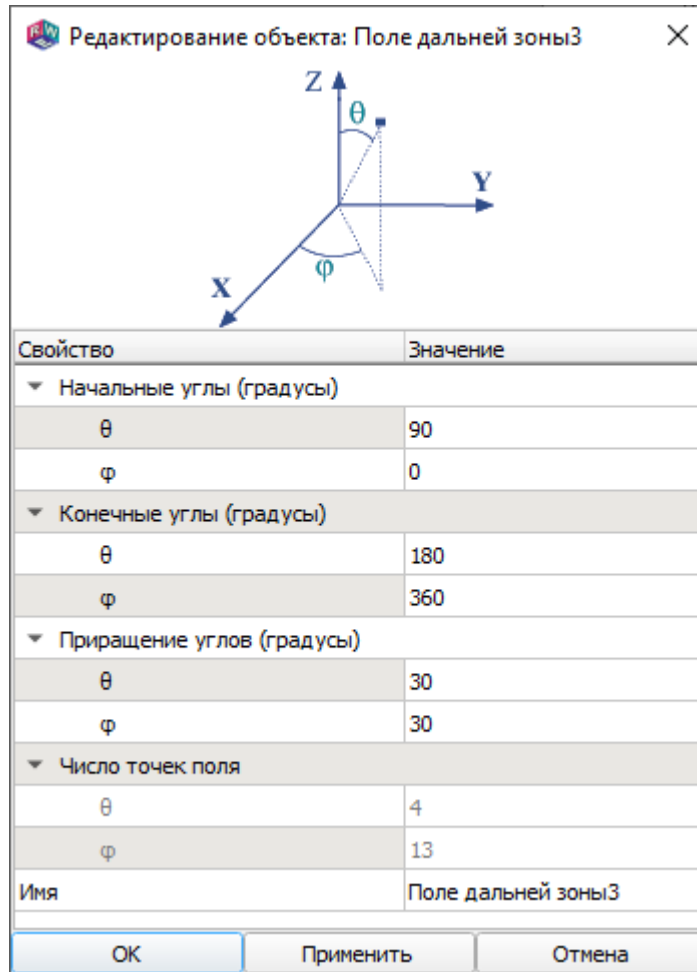

Рис. 183
16.21.2. Окно «Редактирование объекта: поле дальней зоны» показано на рис. 183.